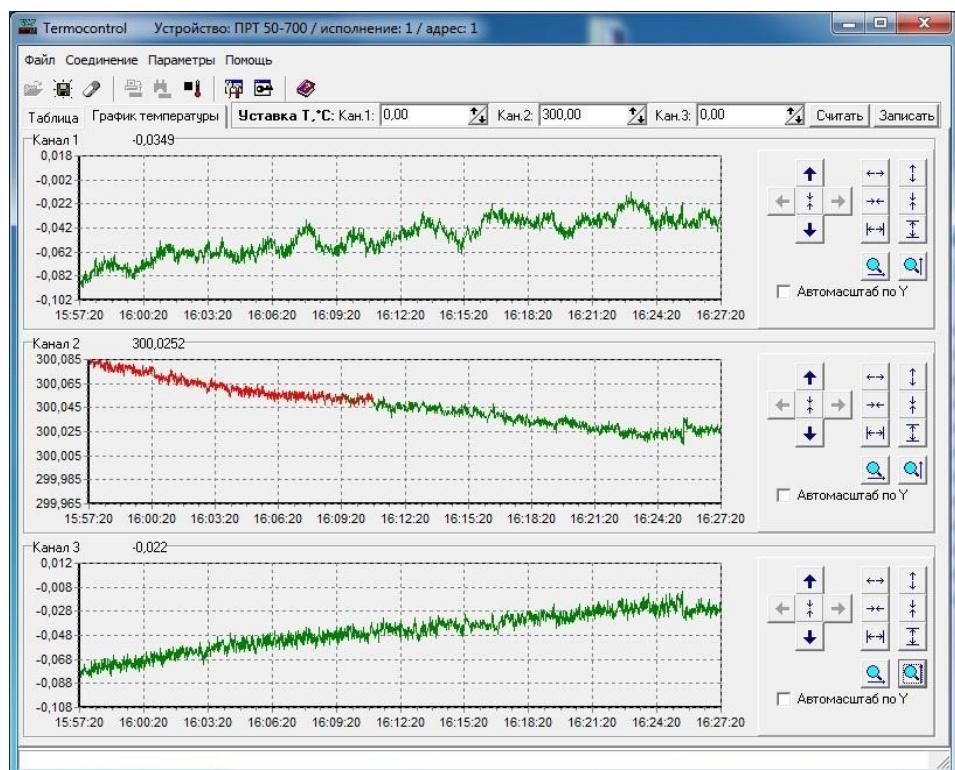

Рисунок 11 – Графический режим работы программы "Termocontrol"
2.5.6.2.5 После включения графического режима работы программы на экране появятся график температуры и кнопки изменения масштаба по осям графика (см. рисунок 11).